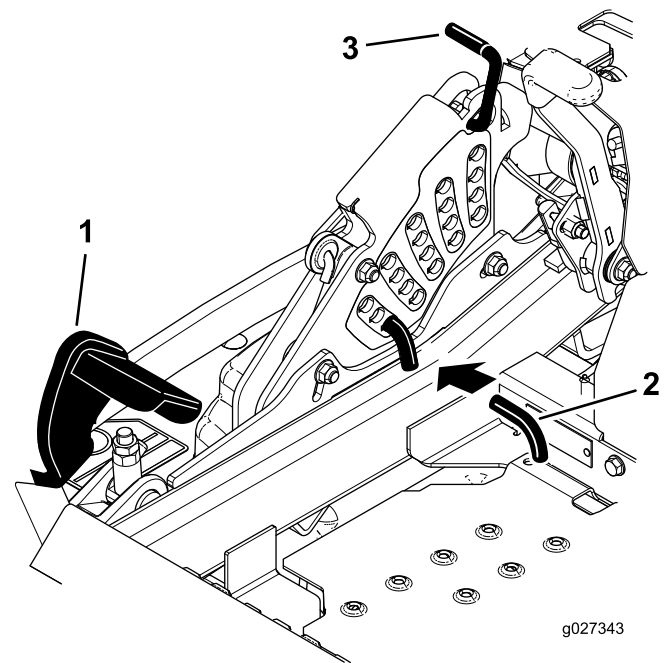

Figura 88
5. Empuje el pedal de elevación de la carcasa hacia delante del todo; la carcasa se enganchará en la posición de transporte de 14 cm (5-1/2") (Figura 88).